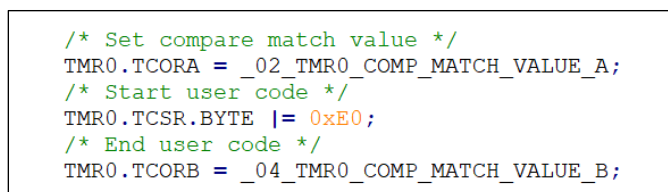

図 10-6 競合を解決した後のコード
- 2) 図 10-6 のように古い生成コードと競合に関するコメント (<<<<<<Last Time Generated Code、=====>>>>>>This Time Generated Code) を削除してください。